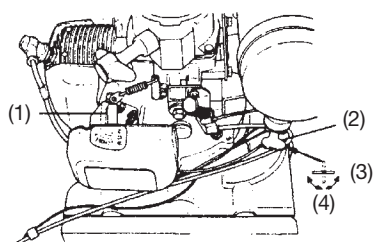

Fig. 4
- 2) Åpne drivstoffkranen. (Fig. 4)
- 3) Sett chokehendelen i CHOKE posisjon. (Fig. 4)
- 6) Når du hører at motoren ønsker å starte returneres chokehendelen til posisjon RUN (KJØR) (åpen). Trekk så raskt i rekylstarteren igjen. (Fig. 4)